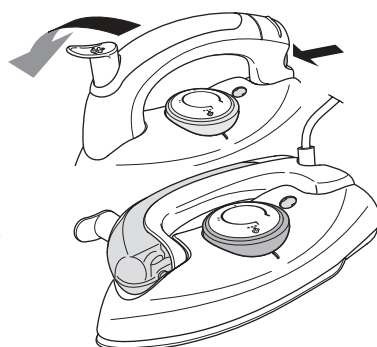

Figura 5 Empuñadura abatible
6. Doble la empuñadura. Para hacerlo, apriete el botón que viene en la parte posterior de la empuñadura y empújela hacia abajo (véase la figura 5).